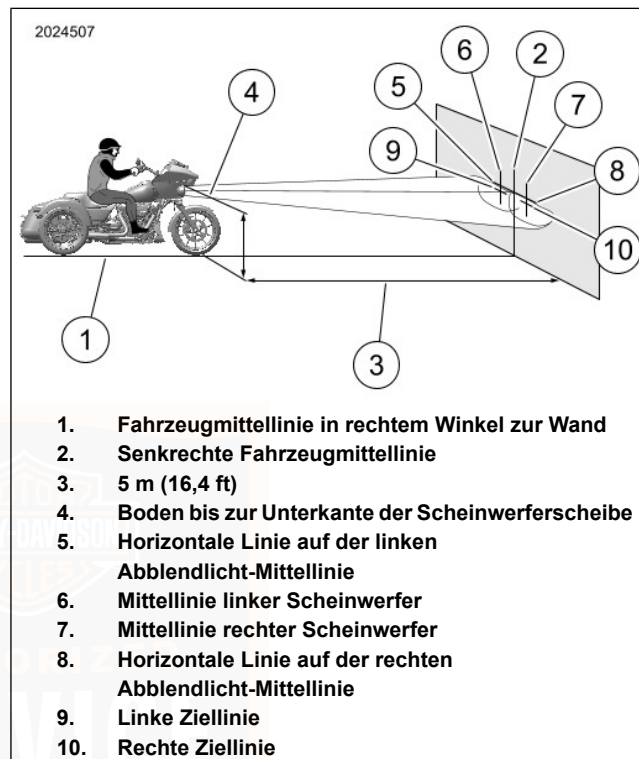

Abbildung 148. Scheinwerferausrichtung: Doppel-LED
Siehe Abbildung 148. Das Motorrad auf einer Linie (1) im rechten Winkel zur Wand parken.